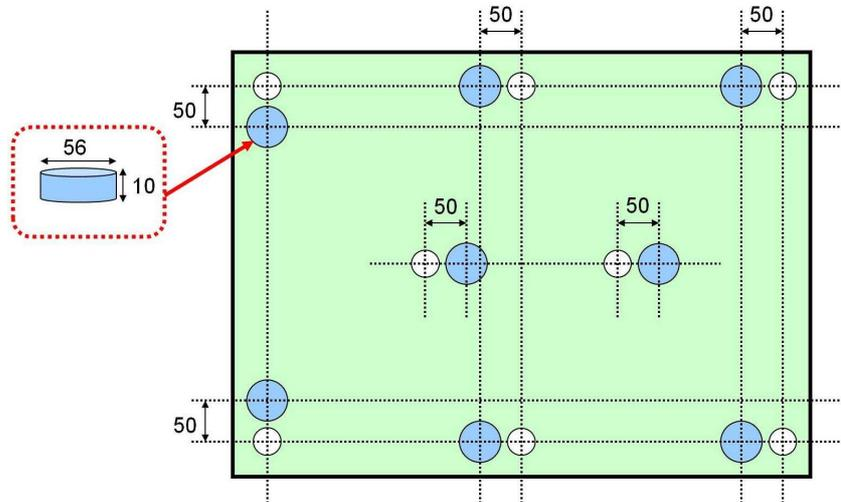

図11 脚固定用円柱の張り付け
- ② 塩ビ板、直径45mm、高さ10mmの円柱を作る。アクリル用接着剤を用い、図11のように張り付ける。